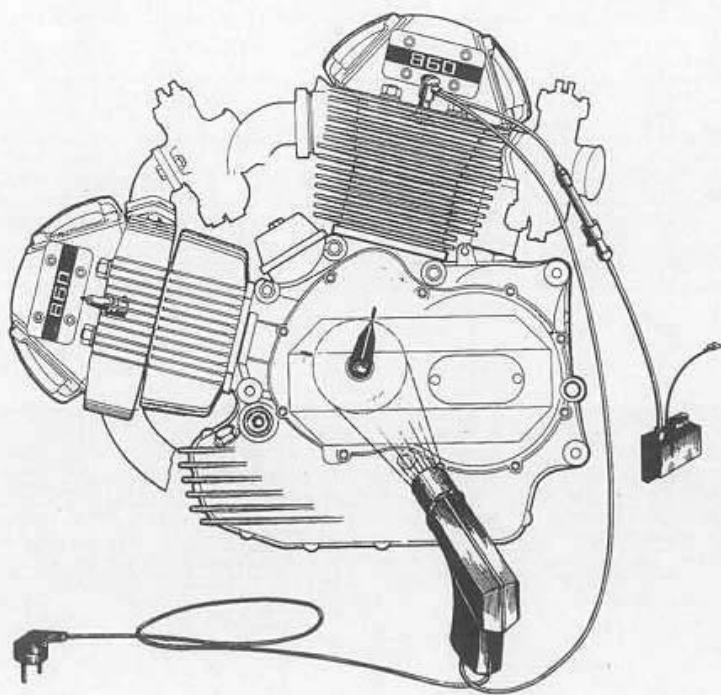

Fig. 130
- 1) Montare l'apposito indice 88713.0116 sull'asse dell'albero motore, lato frizione, previo smontaggio del tappo (vedi fig. 130).
- 3) Avviare il motore e portarlo ad un regime di circa 3000 giri/1' e orientare la luce stroboscopica sul riferimento (I) del cilindro in esame, posto sul coperchio lato frizione.
- 4) La luce stroboscopica deve illuminare l'indice perfettamente allineato al riferimento (I). Se non risulta allineato procedere alla registrazione ruotando la piastra statore del generatore di accensione: **per anticipare ruotare in senso antiorario; per ritardare ruotare in senso orario.**
- 1) Fit the advance checking indicator 88713.0116 on the clutch side, after removing the plug (see fig. 130).
- 3) Start the engine until attaining about 3,000 r.p.m. and direct the stroboscopic light on the reference mark (I) of the cylinder in question, placed on the cover, clutch side.
- 4) The stroboscopic light must light up the phasing indicator perfectly aligned with the reference mark (I). If it is not, adjust the coil ignition rotating the stator base of the ignition generator: **to advance rotate anti-clockwise; to retard rotate clockwise.**